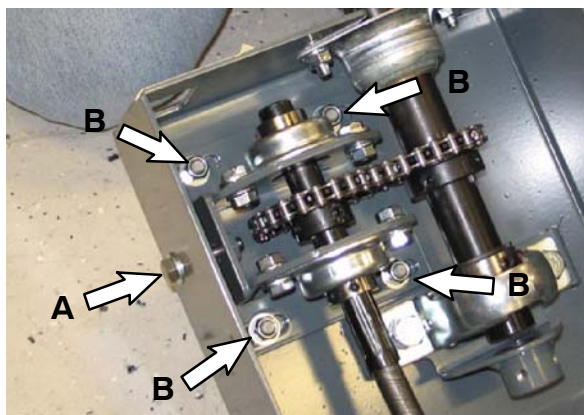

FIG. 35
- Modelli meno recenti:** serrare l'hardware di tensione dello sterzo (A) e l'hardware (B) (24 Nm /18,5 ft lb) per fissare l'assieme della piastra di supporto al canale dello sterzo. (Fig. 35)